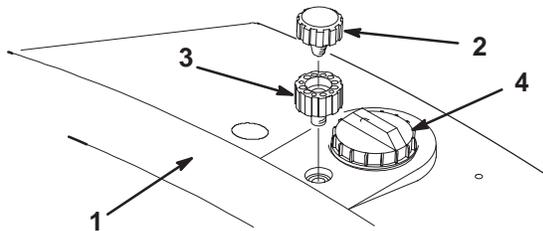

Bild 6
1. Nehmen Sie den Entlüfterdeckel vom Hydraulikbehälter ab (Bild 6).
2. Setzen Sie die Entlüfterverlängerung in den Behälter ein (Bild 6).
3. Drehen Sie den Entlüfterdeckel in die Entlüfterverlängerung ein (Bild 6).